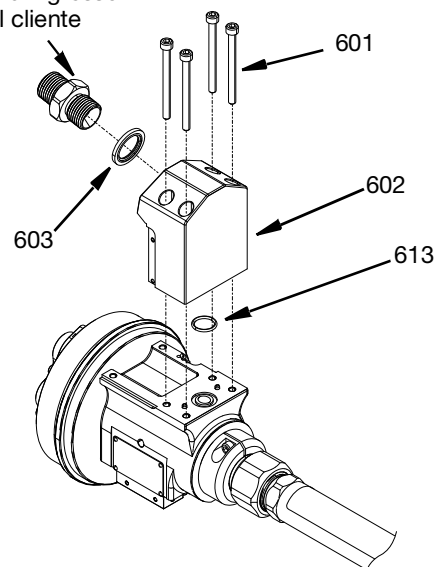

FIG. 14
1. Rimuovere il raccordo di ingresso fornito dal cliente e la guarnizione a rondella BSPP da 1/2 in. (603).
2. Rimuovere l'adattatore a ingresso singolo in acciaio inossidabile (602) rimuovendo le quattro viti SHCS M5 (601) con una chiave esagonale.
3. Eliminare l'O-ring in Viton (613) della guarnizione e sostituirlo con uno nuovo durante il rimontaggio. Vedere FIG. 14.